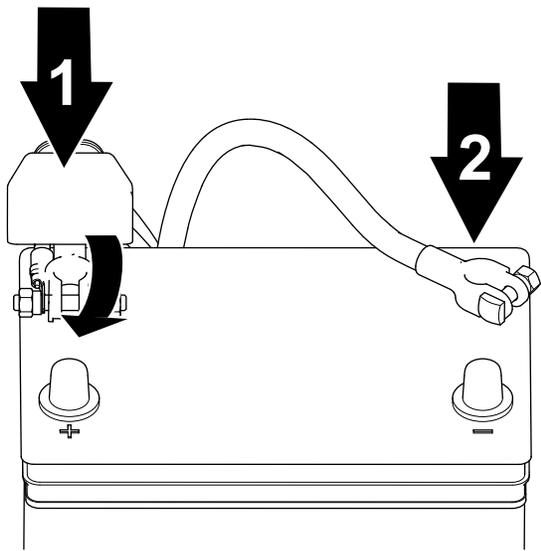

図 38
1. プラス+ケーブルをバッテリーに接続し、クランプナットで接続する 図 38。
2. マイナス-ケーブルをバッテリーに接続し、クランプナットで接続する 図 38。